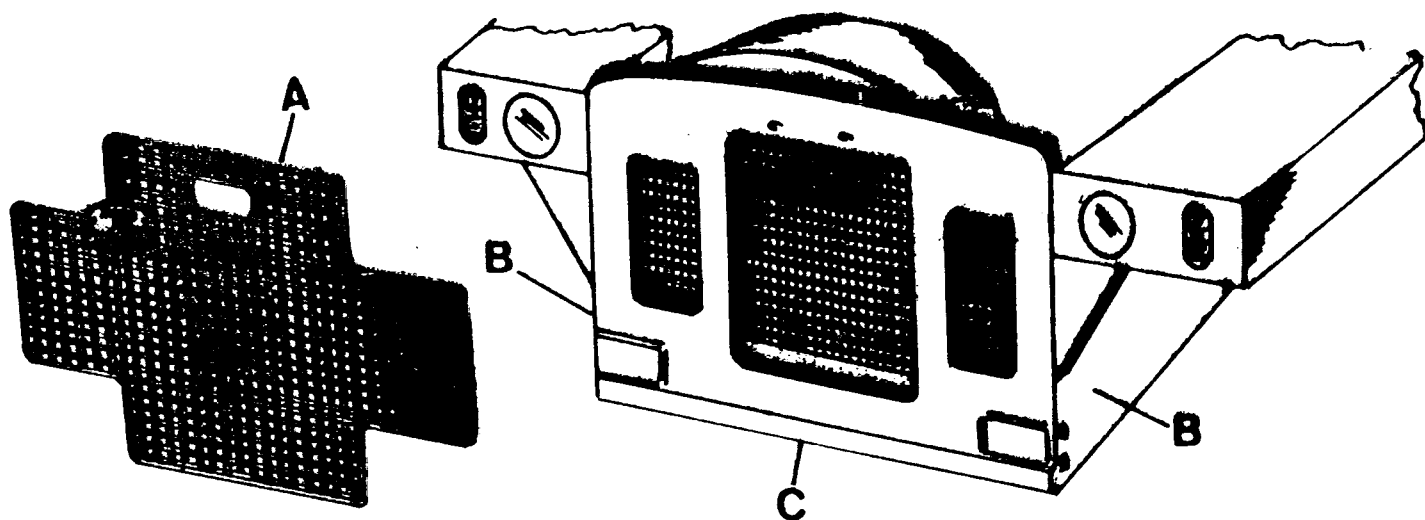

Fig. A3-5 Desmontaje del radiador y coraza
1.3. Desmontar la rejilla del radiador, A (Fig. A3-5).
1.4. Desmontar los cinco tornillos que sujetan la coraza del radiador a las aletas por cada costado, B (Fig. A3-5).
1.5. Desmontar los tres tornillos que fijan la coraza del radiador por la parte inferior, C (Fig. A3-5) al segundo travesaño.